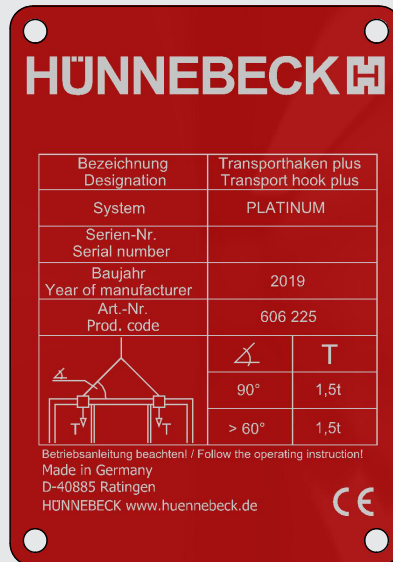

Fig. 2a
3.1 Typenschild [Fig. 2a] Kennzeichnung nach DIN 15428, Abschnitt 5
3.1 Type plate [Fig. 2a] Identification per DIN 15428, Sect. 5